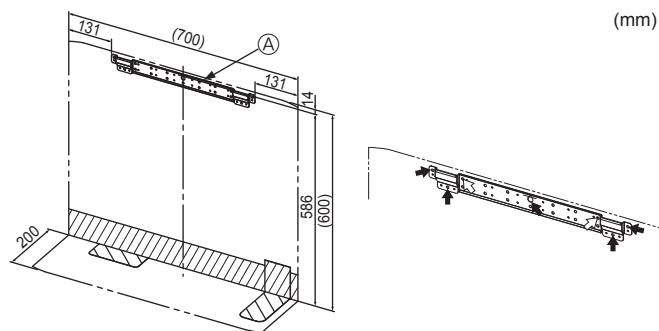

Fig. 3-1
- Installare la staffa saldamente sulla struttura della parete (pilastro, ecc.). (Fig. 3-1)
① Staffa di fissaggio unità interna